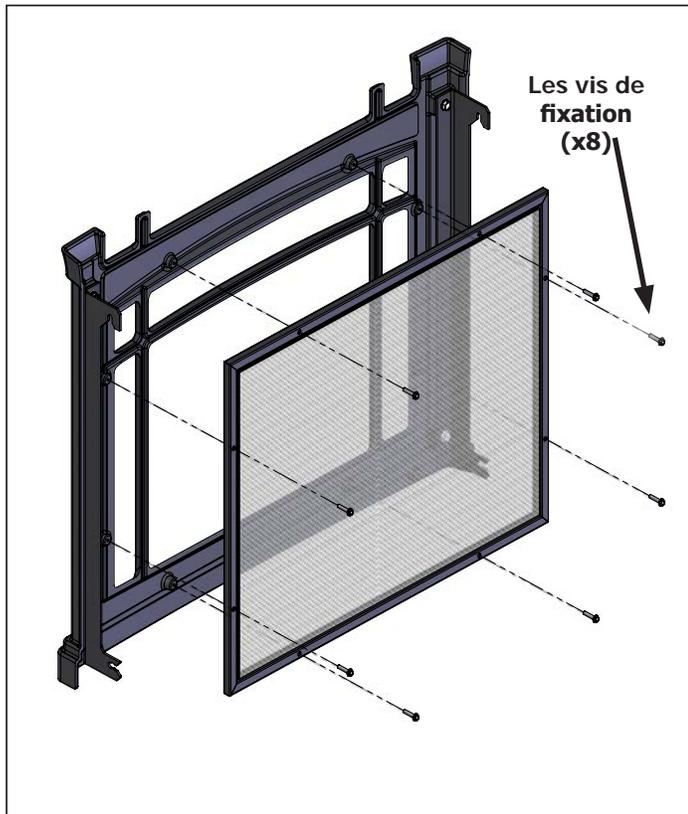

Figure 51. Dépose de l'écran de sécurité- Avant
**Étape 4:** En cas de remplacement de l'écran latéral passez à l'étape 5. En cas de remplacement de l'écran avant Retirez les huit (8) vis de retenue (Figure 51) à l'aide d'une douille de 1/4" et déposer l'écran endommagé tout en notant l'orientation. Installer le nouvel écran (50-3243) simplement en ré-installer la vis de retenue. Ré-installer le porte en fonte et le haut pour terminer.
**Étape 6:** Déposez les six boulons de fixation (6) (Fig. 51) à l'aide d'une douille de 1/4" et déposer l'écran endommagé tout en notant l'orientation. Installer le nouvel écran (50-2344) simplement en ré-installer les vis de fixation.
**Étape 7:** Ré-installer le côté en fonte et serrez les deux (2) vis de montage supérieur. Ré-installer le porte en fonte et haut pour terminer.